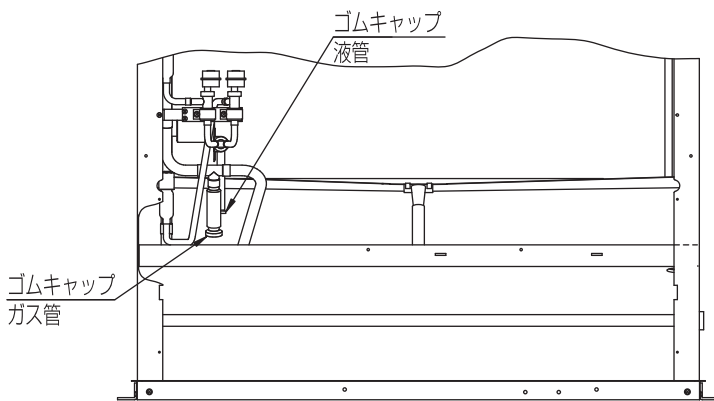

図4
- (3) 図4に示すガス管接続部および液管接続部のゴムキャップを取外して、配管内に封入されている窒素ガスを抜いてください。